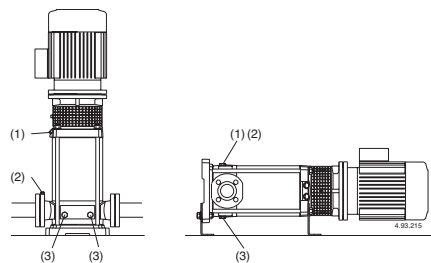
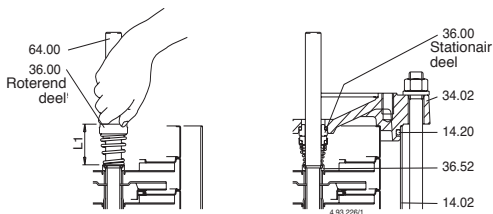

Fig.4 (1) Vullen ontlichtingsplug
Fig. 5 Montage van de mechanical seal
Wanneer de pomp boven het vloeistofniveau geplaatst is (zuigsituatie, **fig. 3A**) of in een situatie waar de toelooptdruk te laag is (minder dan 1 m) om de terugslagklep te openen, vul de zuigleiding en de pomp door de vulopening (**fig. 4**).
Sluit de ontlichtingvoor (**fig. 4**) voor MXV-B, MXV(L) 25-32-40 en MXV(L) 4 25-32-40 Sluit de naaldschroef (14.07) in de aftapplug (14.12) (**fig. 4b**) en sluit de ontlichting (14.04).
Wanneer zuigverliezen optreden (onderbreken van flow ondanks geopende afsluiters) of drukschommelingen weergegeven op de manometers, controleer of alle leidingverbindingen luchtdicht zijn en controleer of de naaldschroef van de ontlichting gesloten is (**fig. 4**).
Of, na het legen, reinigen door schoon water (minimaal 40 liter) in het vulgat (1) te gieten aan de afvoerkant en het weer uit het afvoergat (3) aan de aspiratiekant (fig. 4) te laten lopen.
Voorafgaand aan demontage, sluit de afsluiters in zuig- en persleiding en tap het pomphuis af (fig. 4). Alvorens over te gaan tot demontage en montage, raadpleeg de doorsnedetekening (paragraaf 14.) en fig. 5, 6.
5. Verwijder de schroeven (61.07) en de lantaarnhouder (32.00), met ondersteuning (66.00) en koppeling (64.22) uit het bovenste deksel (34.02) en uit de as (64.00) (fig. 5).
Druk het roterende deel tot aan de steuning (35.52) over de as (64.00) zonder de veer in te drukken. Controleer de lengte voor en na plaatsing en licht het roterende deel op tot de juist aanvanghoogte (L1 in fig. 5).